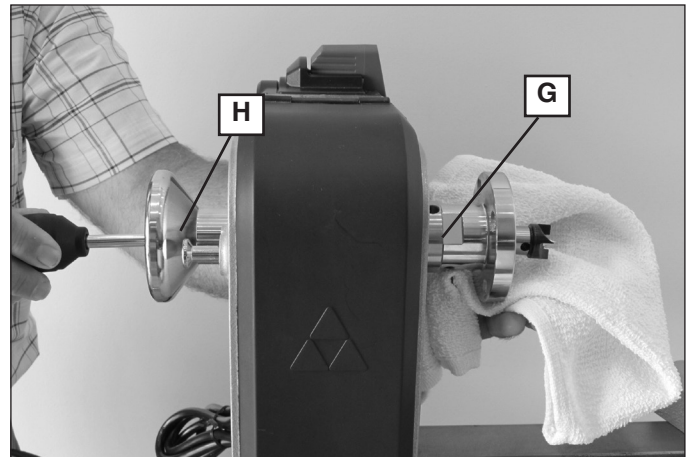

Fig. 7
Introduzca la barra de extracción (H) Fig. 7 en el orificio del eje (tal como se muestra en la Fig. 7) y golpee con firmeza el centro de dientes rectos (G) para quitarlo. De ser necesario, golpee la barra de extracción con firmeza con un mazo blando.